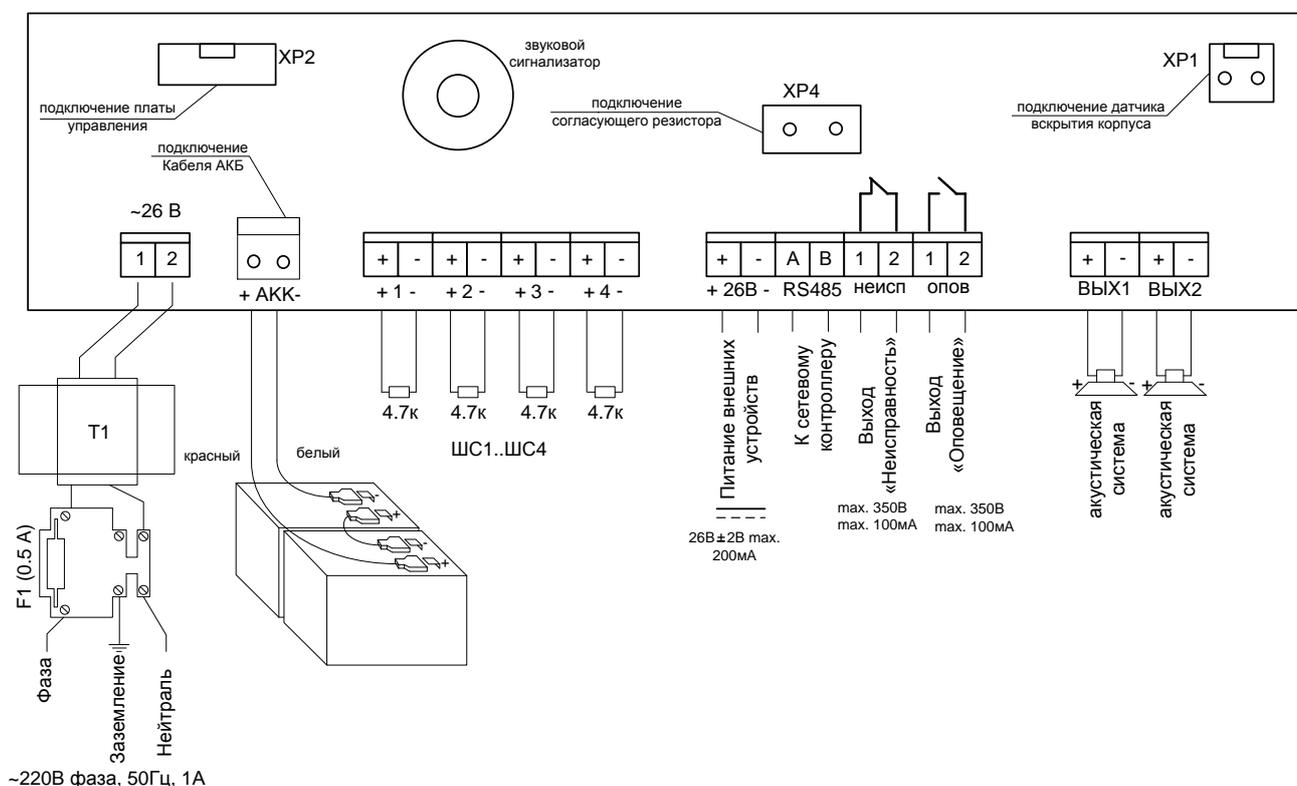

Рисунок 5. Схема подключения блока
5. Подключить к клеммам блока внешние цепи (рис. 5).